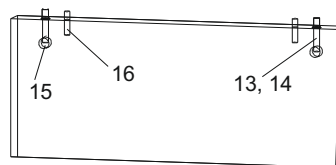

Рис.2
1. В детали 1,2,2.1,3,9,10,11 вставить эксцентрики 15 стрелками к торцевым отверстиям и в торцевые отверстия на деталях 2,2.1,3,10,11 шканты 16 согласно рис.2.